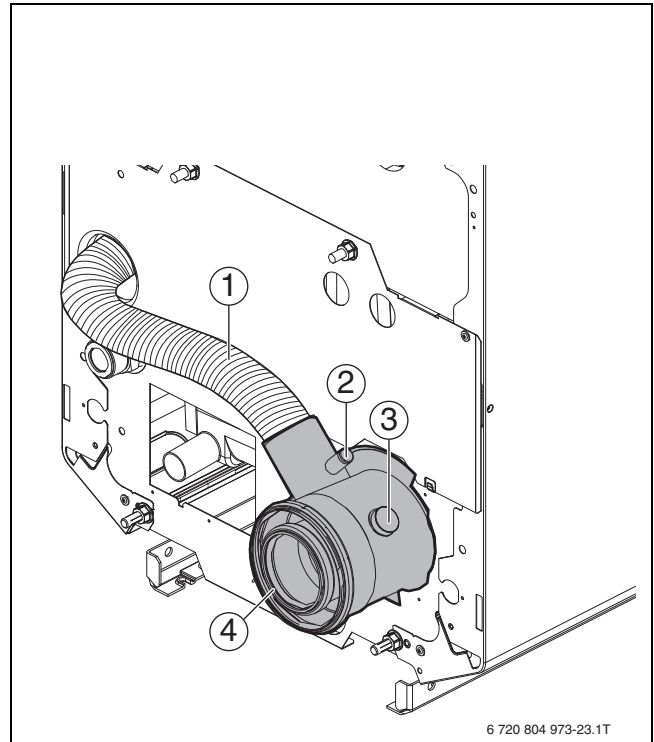

Bild 23 Luft-Abgas-Stutzen
Die Messungen erfolgen grundsätzlich im Luft-Abgas-Anschlussstutzen (erforderliches Zubehör; → Bild 23, [4]) oder im Abgas-Anschlussstutzen (erforderliches Zubehör bei separater Luftführung beziehungsweise bei 60 kW).
Abgasmessung: → Bild 23, [3].
Zuluftmessung bei raumluftunabhängigem Betrieb: → Bild 23, [2].
- Messfühler durch die Messöffnung im Abgas-Anschlussstutzen (→ Bild 23, [3]) bis in den Kernstrom (Mitte Abgasrohr) des Abgases eintauchen (höchste Abgastemperatur).